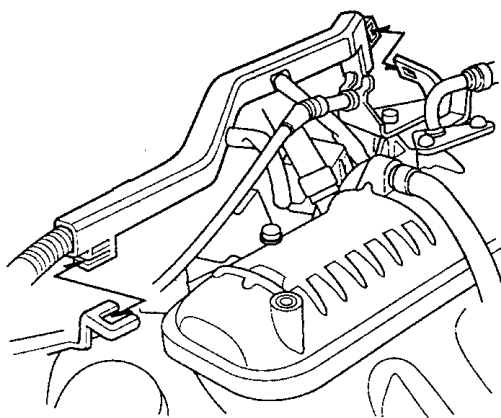

图 9-32 拆卸线束支架
2) 拆除后点火线圈前, 如图 9-32 所示, 先从支架上拆除线束支架。